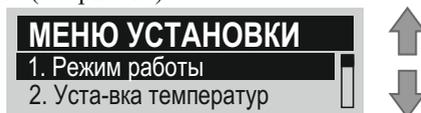

Рисунок. 19. Вид экрана «Меню установки»
7.3.12 Меню установки. Переход в режим меню установки осуществляется с помощью клавиши «MENU» (см. рис. 19).
В памяти прибора содержится семейство зависимостей температуры уставки теплоносителя, необходимой для поддержания постоянной комнатной температуры, от температуры уличного воздуха (см. рис. 19). Необходимо в соответствии с рис. 19 выбрать ту кривую, при которой в помещении станет комфортно. Наименование кривой номинально совпадает с температурой уставки, при которой в помещении комфортно при уличной температуре 0°С. Если в помещении холодно – следует выбрать кривую с большим номиналом, если жарко – с меньшим.